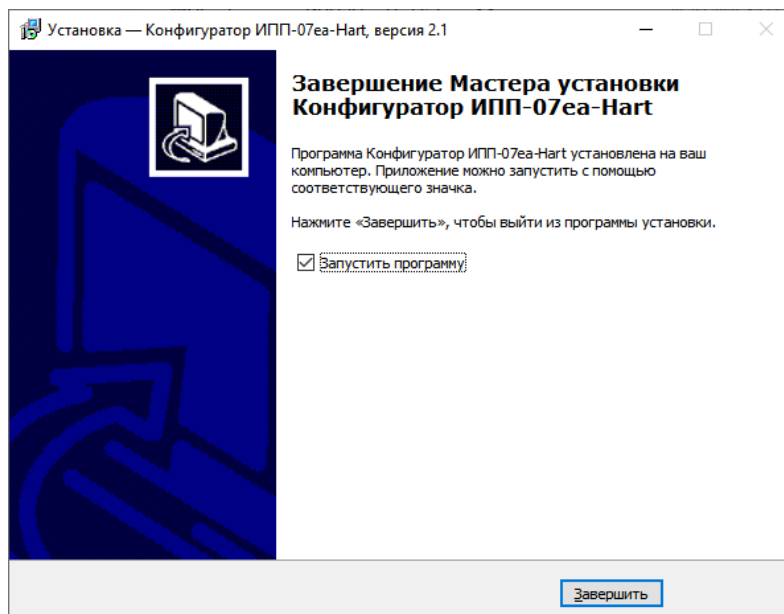

Рисунок 1.5 – Окно «Завершение Мастера установки Конфигуратор ИПП-07ex-Hart»
5) По завершению установки (Рисунок 1.5) установить флаг «Запустить программу», если это необходимо, и нажать кнопку «Завершить».